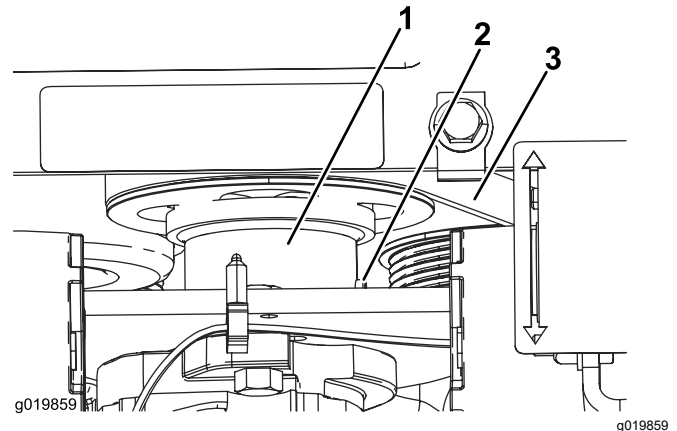

Bild 52
5. Lösen Sie die Stellschraube Getriebe der Pumpenantriebskupplung (Bild 52).